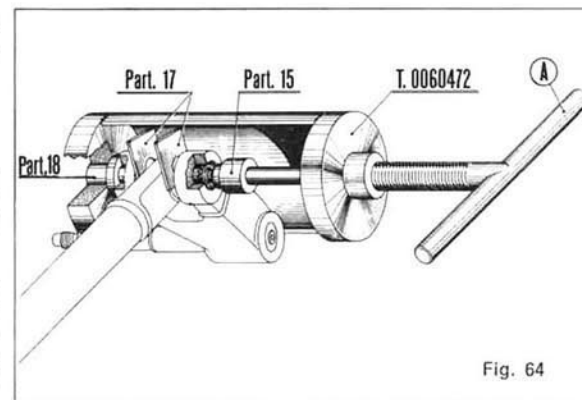

Fig. 64
Final positioning of the roller bushes « NADELLA » on the pin (end of the pin in contact with the inner bottom of « NADELLA »), see fig. 64.
- Use the tool endowed, on the rod, with the detail 15 and 18 on the bottom shown in fig. 64.
- Take off, now both spacers (detail 17 fig. 64) and, after having completely filled with grease « FIAT Z 2 » the space among « NADELLA » - steering tube and swinging hub displace the dust covers (« B » fig. 62) until they are located in the mentioned space.
Posicionamiento final cojinetes de agujas « NADELLA » sobre el perno (extremidad eje a tope con el fondo interno de los « NADELLA »), ver fig. 64.
- Emplear el útil provisto, sobre la varilla, del particular 15 y del particular 18 sobre el fondo como representado en la fig. 64.
- Quitar entonces los dos distanciadores (part. 17 fig. 64) y, después de haber llenado completamente con grasa « FIAT Z 2 » el espacio comprendido entre los « NADELLA » - tubo de dirección y buje oscilante, desplazar los anillos guardapolvo (« B ») fig. 62 hasta colocarlos en el antedicho espacio.